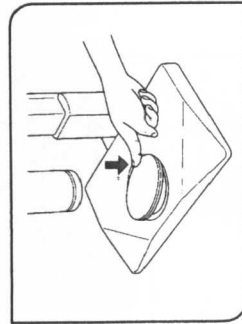

Abb. 10
- 7 Montieren (Entfernen) der Tischeinlageplatte (Abb. 10)**